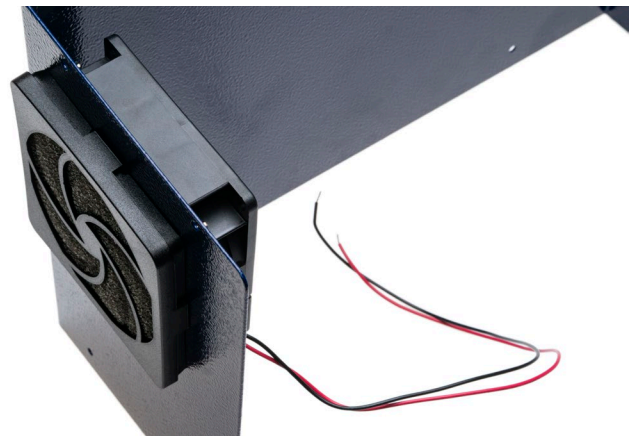

Bild 7: Der Filterdeckel wird zusammen mit dem Filtervlies auf die Lüfterabdeckung aufgeschnappt.
- Montieren Sie den Lüfter **6** mit den Lüfterschrauben **17** und der Lüfterabdeckung an den Gehäusedeckel **1**, wie in Bild 7 gezeigt.